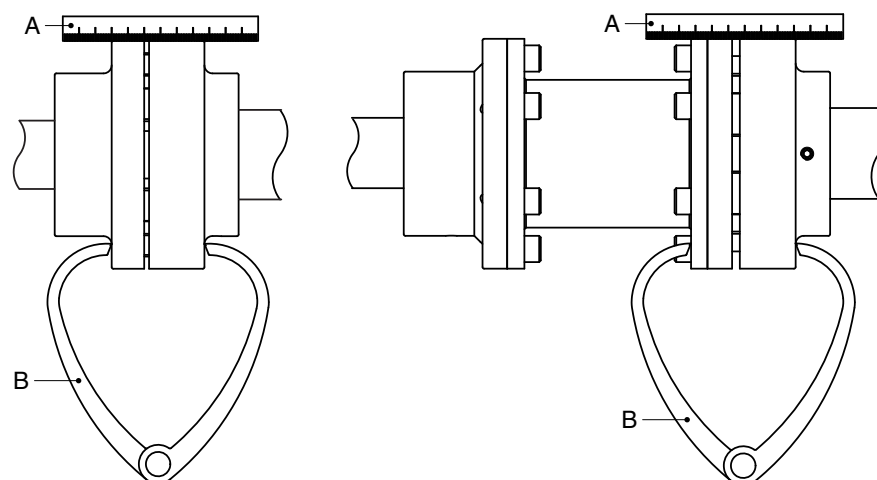

Abbildung 8: Ausrichten der Kupplung mit Hilfe eines Lineals und einem Außentaster.
- 1 Ein Lineal (A) auf die Kupplung legen. So viele kupferne Ausgleichscheiben wie nötig unterlegen oder entfernen, um den Elektromotor auf die korrekte Höhe zu bringen, sodass die gerade Kante beide Kupplungshälften über die gesamte Länge berührt, siehe Abbildung 8.
- 3 Die Ausrichtung nochmals mit einem Außentaster (B) an 2 diametral einander gegenüberliegenden Stellen an den Seiten der Kupplungshälften prüfen, siehe Abbildung 8